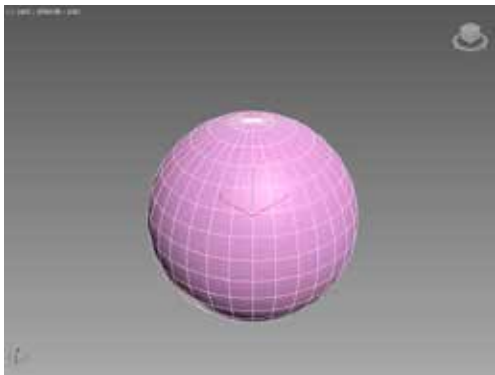

图 2-34 创建球体
STEP 02 在任意视图中单击并拖动鼠标定义球体半径大小，释放鼠标左键即可完成球体创建，如图 2-34 所示。